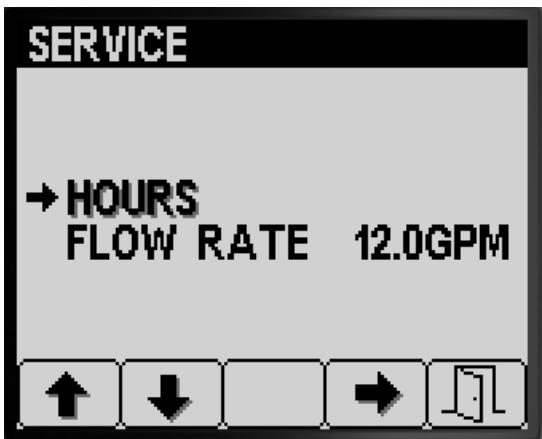

Figura 80
- Prima o botão 1 ou 2 no ecrã Manutenção até encontrar a opção HORAS (Figura 80).
- Prima o botão 4 para selecionar a entrada Horas (Figura 80).